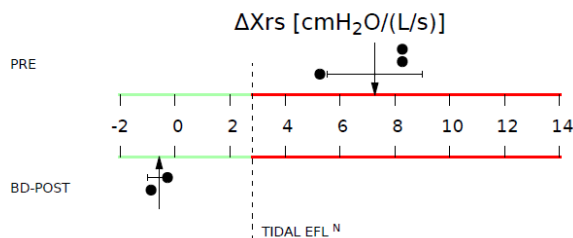

Figura 61 - Limitazione del flusso espiratorio nella respirazione corrente
**Grafici FOT in cui è stata usata una forma d'onda del segnale di stimolo a frequenza singola (5, 6, 8 o 10Hz) (Figura 61).**
- Se si utilizza una forma d'onda del segnale di stimolo a 5 Hz, viene visualizzato un grafico aggiuntivo nella parte inferiore della pagina (Figura 61). Questo grafico mostra una freccia che indica la deviazione standard e media  $\Delta Xrs$  calcolata a partire da tutte le misure selezionate.  $\Delta Xrs$  è la differenza tra la reattanza media inspiratoria ed espiratoria ed è un indice di limitazione del flusso espiratorio (*EFL*) durante la respirazione corrente (*Dellacà et al., ERJ, 2004*). Un limite soglia di 2,81 cmH2O/(L/s) viene usato per classificare un paziente come limitato per flusso o meno durante la respirazione corrente (*Dellacà et al., ERJ, 2004*). Se tale freccia si trova nella parte verde del grafico, il paziente non ha limiti di flusso durante la respirazione corrente. Una freccia nella parte rossa del grafico indica la presenza di *EFL*. Nei report